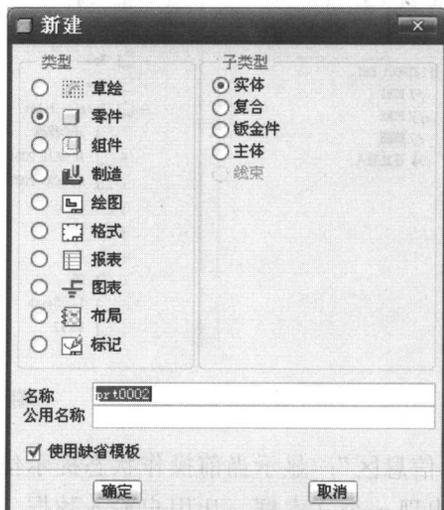

图 1-9 “新建”对话框
(1) 新建。单击“文件”菜单中的“新建”命令，出现如图 1-9 所示的对话框。该对话框包括要建立的文件类型及其子类型。